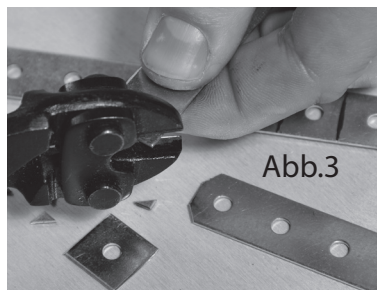

Abb.3
3. Die 4 Ecken jedes Lochstreifens mit dem Bolzenschneider wie in Abb. 3 ersichtlich abkanten oder mit der Werkstattfeile abrunden.